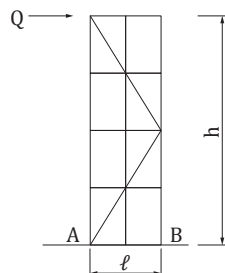

図16 安定性の検討
- (1) 建地の間隔は、けた行方向を 1.8m 以下とする。
- (2) 布の上下間隔は、1.8m 以下とする。
- (3) 垂直・水平方向ともに約 10m 以下ごとに、交差 2 方向に大筋かいを設け、各建地と緊結する。
- (4) 建地 1 本あたりの積載荷重は 100kg 以下とする。
- (5) 建地の最高部から測って 15m を超える部分の建地は、鋼管を 2 本組とする。なお、ブラケット一側足場の基本構成は、図 16 の通りとなります。